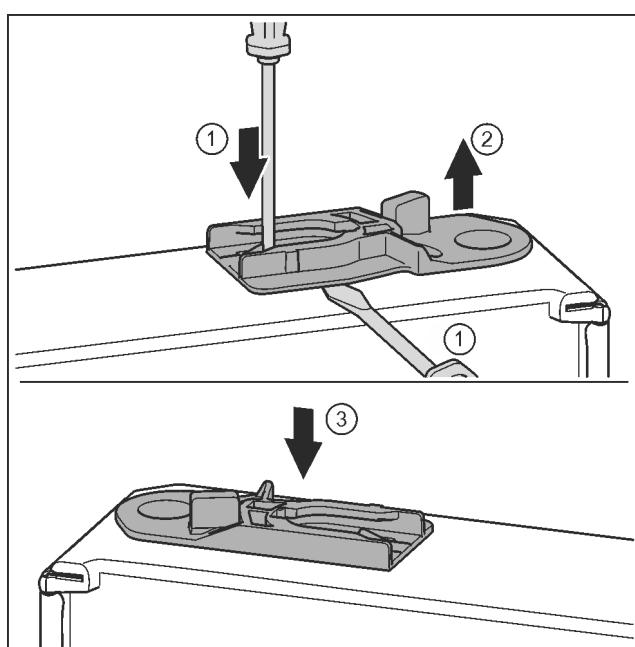

Fig. 37
- ▶ Führungsbuchse herausziehen: Lasche mit Schlitzschraubendreher drücken und gleichzeitig mit Schlitzschraubendreher unter Führungsbuchse fahren. Fig. 37 (1, 2)
- ▶ Im Lieferumfang beiliegende Führungsbuchse auf anderer Gehäuseseite einschieben. Fig. 37 (3)